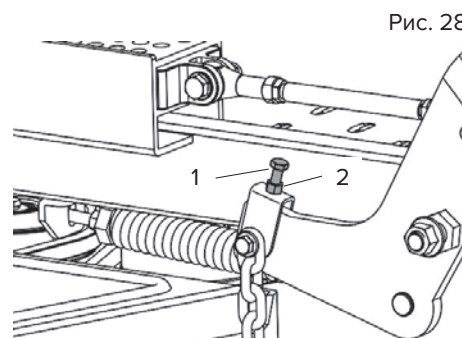

Рис. 28
8. Выполните точную регулировку узла подъема передней части деки, поворачивая регулировочный винт, пока он не достигнет высоты 7,6 см (см. рис. 28). Чтобы увеличить высоту, поворачивайте регулировочный винт по часовой стрелке; чтобы уменьшить – против часовой стрелки.